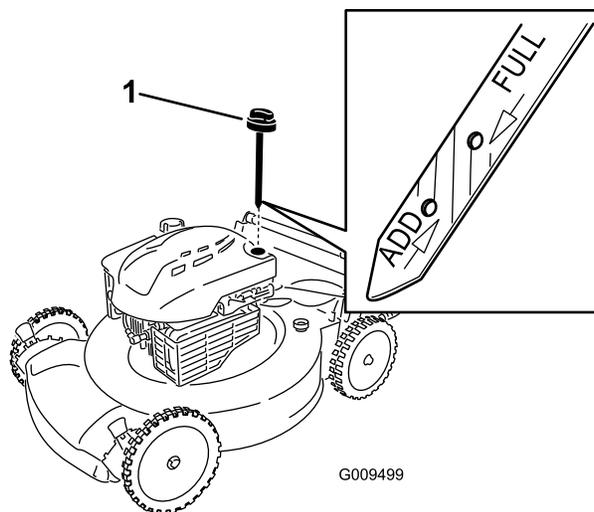

Рисунок 23
2. Извлеките масломерный шуп (Рисунок 23).
4. Медленно заливайте масло в маслозаливной патрубок до соответствующей отметки **Full (Полный)** на масломерном шупе (Рисунок 23). **Не допускайте переполнения.**